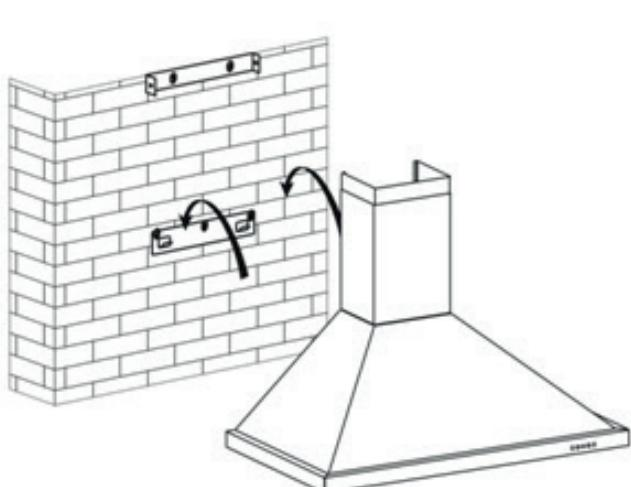

Bild 4
- 1.4 Setzen Sie die Haube auf die Verankerung (siehe Bild 4).